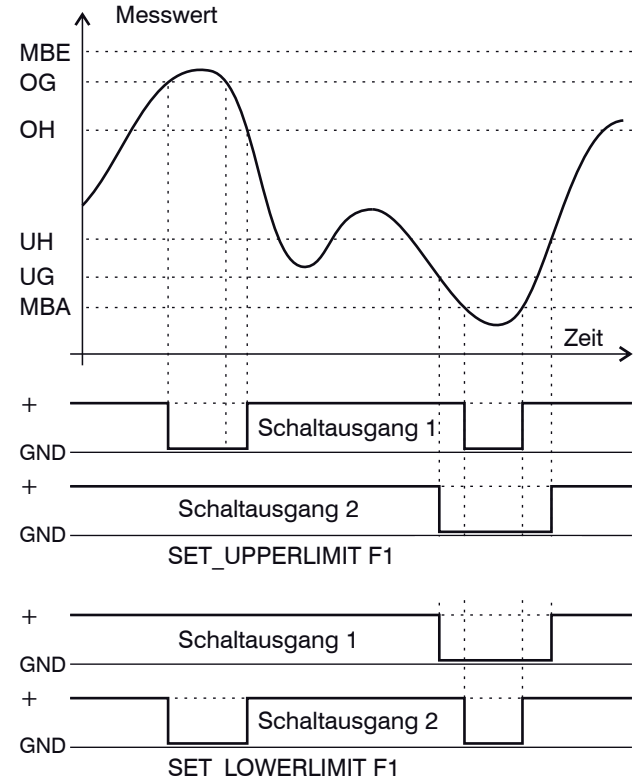

Abb. 29 Signalverlauf der Schaltausgänge in der Betriebsart „Sync switch“ und „Trigger switch“
Im Switch-Mode werden beide Schaltausgänge als Grenzwertschalter verwendet, siehe Abb. 29, siehe Abb. 24. Die Programmierung der einzelnen Schwellwerte ist über die digitale Programmierschnittstelle möglich, siehe Kap. 8.5.7, siehe Kap. 8.5.8.
Beim Überschreiten des oberen Grenzwertes wird der zugeordnete Schaltausgang 1 aktiviert (leitend), bei der nachfolgenden Unterschreitung des oberen Hysteresewertes wieder deaktiviert. Analoges gilt für das Unterschreiten des unteren Grenzwertes und Schaltausgang 2, siehe Abb. 29.
- das Messobjekt außerhalb des Messbereiches liegt, siehe Abb. 29,